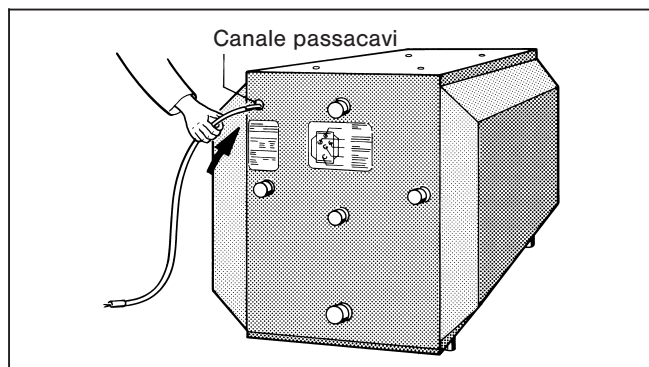

Fig. 6
- Inserire dalla parte posteriore dell'accumulatore la sonda per il regolatore di temperatura dell'acqua calda sanitaria* nella perforazione del canale passacavi (Fig. 6).